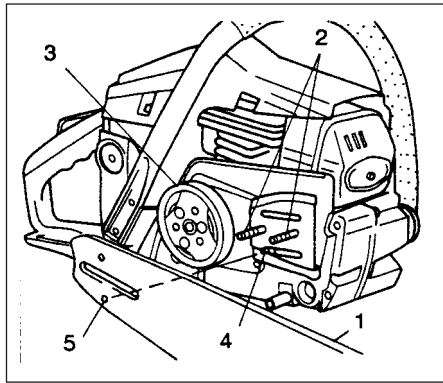

Fig.1-1
1. Fjern sidehuset ved at skruer styrestangens to fastspændingsmøtrikker ud, og monter styrestangen (1) på boltene (2), skub den så fremad mod kædetromlen (3) så langt som den kan komme. Kontroller, at kædestrammerknastens indstillingsbolt (4) passer ind i hullet på stangen (5). (Fig. 1-1)